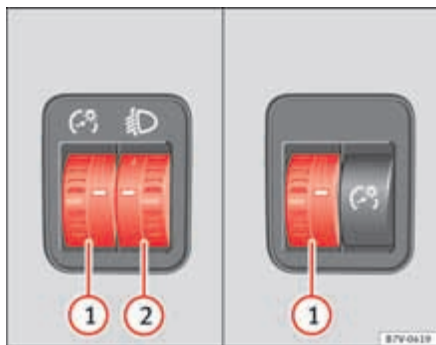

Fig. 63 Al lado del volante: reguladores de la iluminación de los instrumentos y los mandos ① y del alcance de las luces ②.
① Iluminación de los instrumentos y los mandos
Con las luces encendidas se puede regular la intensidad de la luz de los instrumentos y los mandos girando el mando ⇒ página 109, fig. 63 ①.
② Regulación del alcance de las luces
La regulación del alcance de las luces ⇒ página 109, fig. 63 ② se adapta según el valor del haz luminoso del faro al estado de carga del vehículo. Con ello el conductor tiene la mejor visibilidad posible y no deslumbra a quien circula en sentido contrario ⇒ .
Para ajustar, gire el mando ⇒ página 109, fig. 63 ②: